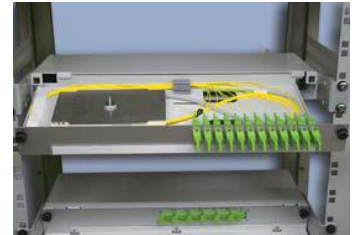

Bild 6
- In dieser Stellung sind die Rückseite der Frontblende, die Gf-Kupplungen, die boxenseitigen Stecker, die Pigtailreserve und die Spleißkassetten für Servicezwecke zugänglich (**Bild 6**).